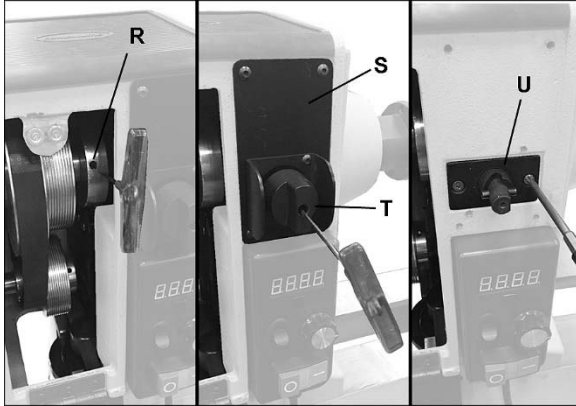
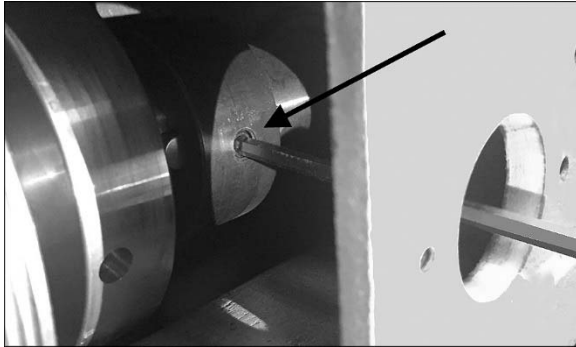

Figura 8-10: collares de traba del sensor y husillo
Figura 8-11: afloje el collar de traba del husillo
6. Afloje los dos tornillos de presión en el collar del sensor (R, Figura 8-10).
7. Quite la placa (S, Figura 8-10) y el interruptor de traba del husillo (T, Figura 8-10). Quite la placa interior (U, Figura 8-10) e inserte la llave hexagonal por el agujero para aflojar el tornillo de presión en el collar de traba de la manija (Figura 8-11).
- Reinstale las placas y el interruptor de traba del husillo (Figura 8-10).